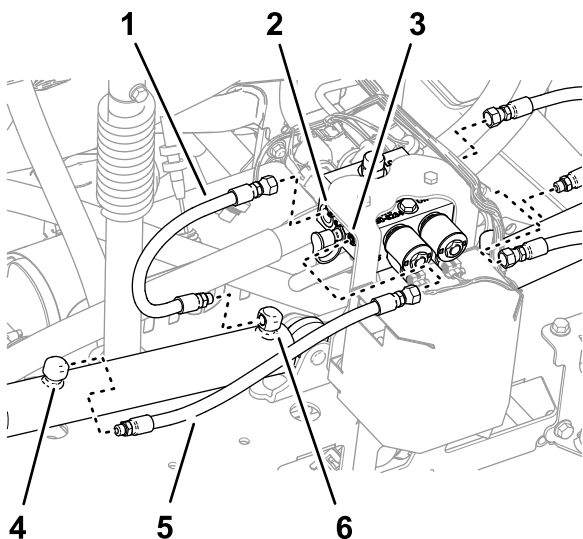

図 37
1. 左右の昇降シリンダの伸長ポートと引き込みポートからホースを外す 図 37。
2. 昇降シリンダマニホルドのC2ポートとC4ポートからホースを外す 図 37。
3. 左右の昇降シリンダの引き込みポートからホースを外す 図 37。
4. 昇降シリンダマニホルドのC1ポートとC3ポートからホースを外す 図 37。